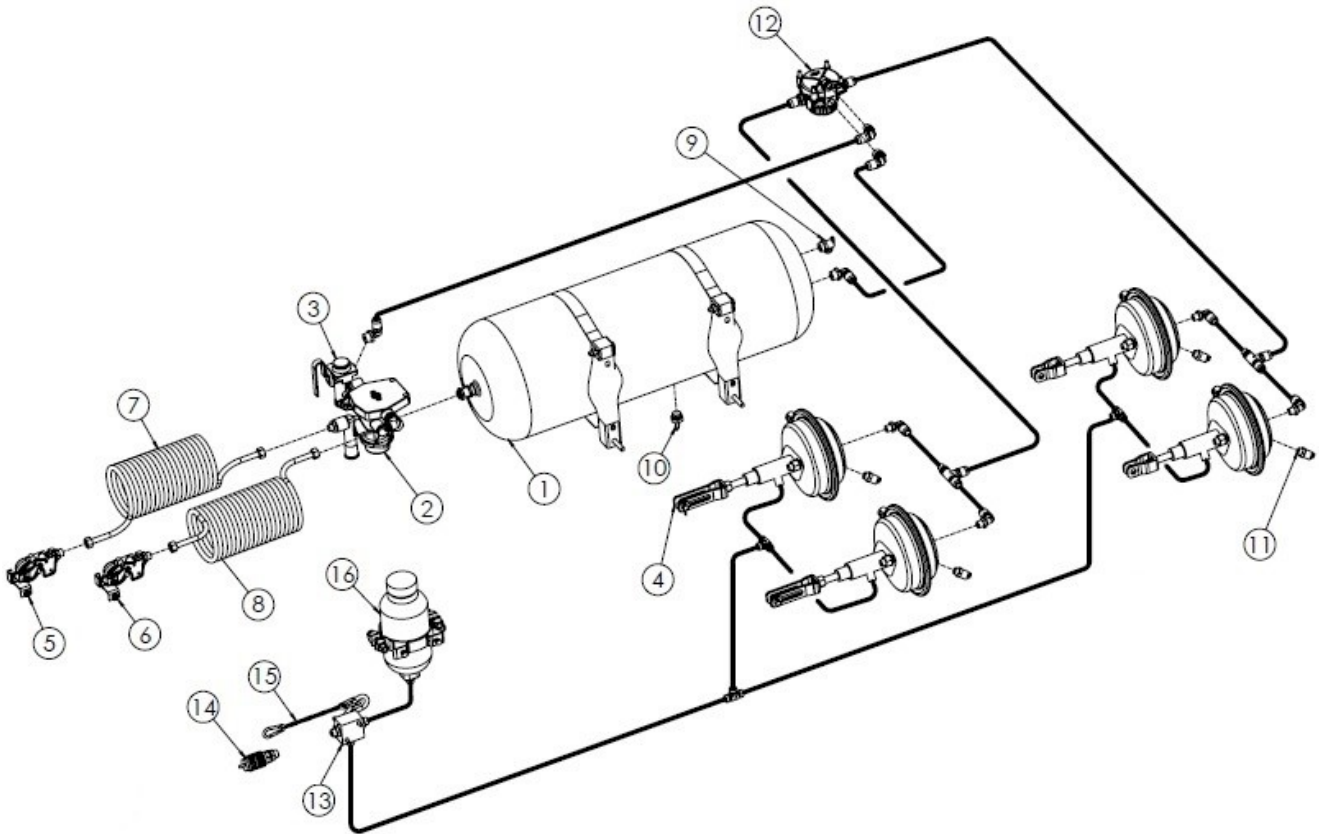

Рисунок 13-й Пневмогидравлическая тормозная система
- пневмогидравлическая тормозная система (рисунок 13),
Другим вариантом тормозной системы является пневмогидравлическая тормозная система – рисунок 13.